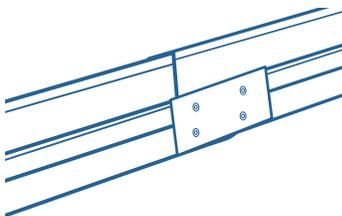

Figura 19. Unión de canaletas.
d) Fija cada unión de las canaletas con 8 pijas punta de broca #10 x 1/2 de acero inoxidable, 4 por la parte de enfrente de la unión y 4 en la parte de atrás, ver Figura 19.